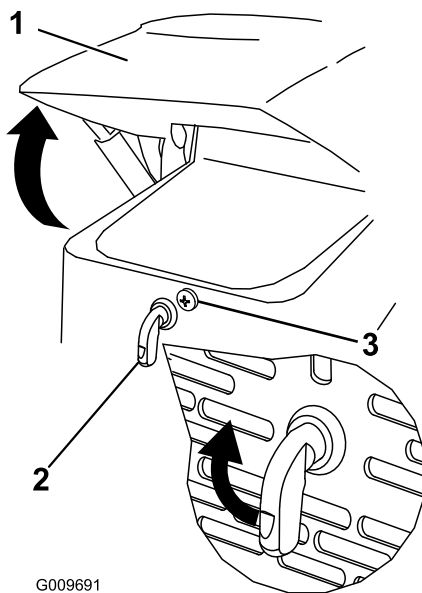

Bild 27
1. Lösen Sie die Arretierschraube an der Motorhaube (Bild 27)
2. Drehen Sie den Motorhaubenriegel nach rechts (Bild 27).
3. Klappen Sie die Haube hoch (Bild 27).
3. Ziehen Sie die Arretierschraube der Motorhaube fest, um den Riegel zu arretieren (Bild 27).